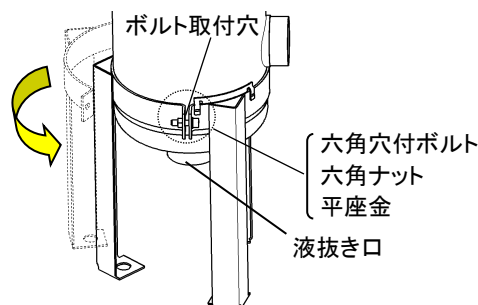

図 5-3.
②脚を閉じ、脚のボルト取付穴に付属の六角穴付ボルト/六角ナット/平座金を取付けて固定してください。[図 5-3 参照]